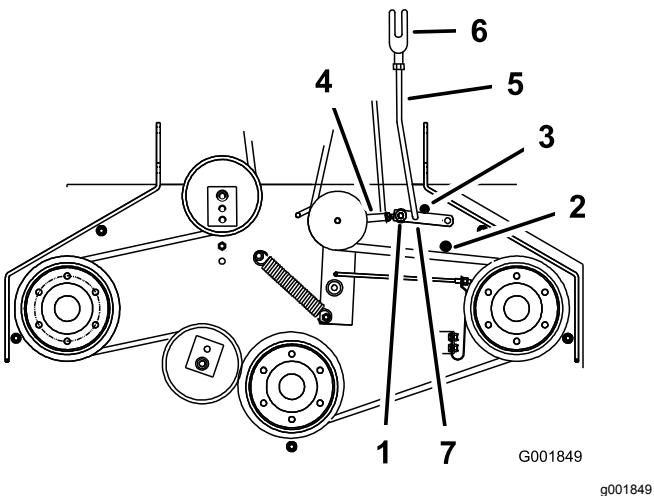

Figura 50
- 5. Assicuratevi che il braccio di assistenza sia contro l'arresto del braccio di assistenza posteriore sul piatto (Figura 50).
- 7. Il braccio di assistenza dovrebbe venire a contatto con il relativo arresto anteriore sulla scocca. Se così non è, regolate la leva a squadra in modo tale che sia più vicina al raccordo (Figura 50).
8. Per regolare il tirante del braccio di assistenza, rimovete la coppiglia dal braccio di assistenza (Figura 50).
11. Montate il tirante del braccio di assistenza nel braccio di assistenza e fissatelo con la coppiglia (Figura 50).